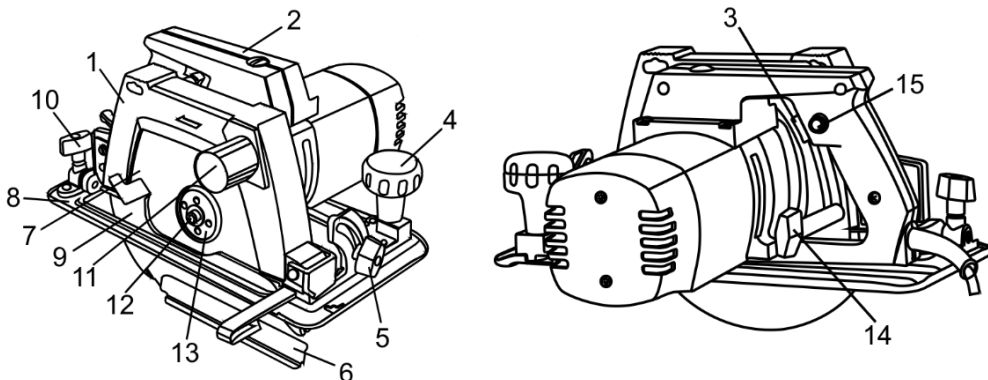

Рисунок 1
4.1.1 Регулювання глибини розпили. Для регулювання глибини розпили використовуйте пристрій регулювання, який розташований біля основної рукоятки. Для зміни глибини розпили ослабте фіксатор (14, рисунок 1), встановіть необхідну глибину та надійно затягніть фіксатор пристрою регулювання глибини розпили.
4.1.2 Регулювання кута нахилу. Кут нахилу пиляльного диска можна регулювати в межах від 0° до 55°. Для регулювання кута нахилу ослабте ручки фіксаторів налаштування кута нахилу (5 та 10, рисунок 1), встановіть необхідний кут нахилу за шкалою і надійно затягніть ручки фіксаторів.
4.1.4 Встановлення та регулювання паралельного упору. Паралельний упор (6, рисунок 1) використовується для подовжного розпилювання оброблюваної заготовки паралельно спрямовувальній кромці. Щоб встановити паралельний упор необхідно послабити гвинт фіксування, а потім вставити паралельний упор у відповідні пази опорної платформи (8, рисунок 1) та затягнути гвинт. Для регулювання необхідно послабити гвинт фіксування паралельного упору, перемістити паралельний упор в необхідне положення і знов затягнути гвинт.
4.2.3 Встановіть опорну платформу (8, рисунок 1) циркулярної пили на пиломатеріал та сумістіть лінію розпилу з лінією пиляльного диска, яка розмічена на опорній платформі у вигляді мітки-насічки.
4.2.4 При роботі вмикати виріб, пусковою клавішею (3, рисунок 1), необхідно до контакту із заготовкою, а починати процес розпилювання, дочекавшись набору максимальних обертів пиляльного диска.
4.2.5 Щоб забезпечити правильне керування процесом розпилювання, міцно тримайте циркулярну пилу за основну (2, рисунок 1) й опорну (4, рисунок 1) рукоятки. Для отримання якісного розпилу, міцно притискайте опорну платформу до оброблюваної заготовки.